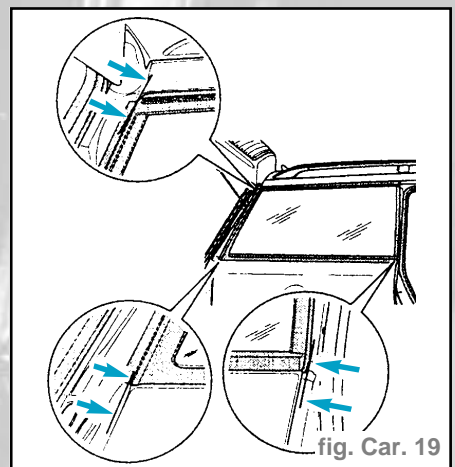

fig. Car. 19
- Mettre en place la glace dans le flasque de carrosserie et l'ajuster par rapport au montant **C -flèche-** et au montant **D -flèche-** (fig. Car. 19).